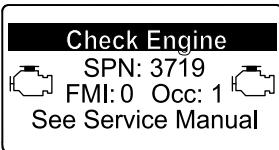

Bild 47
- Motorwarnung SPN 3719, FMI 0 (Bild 47)